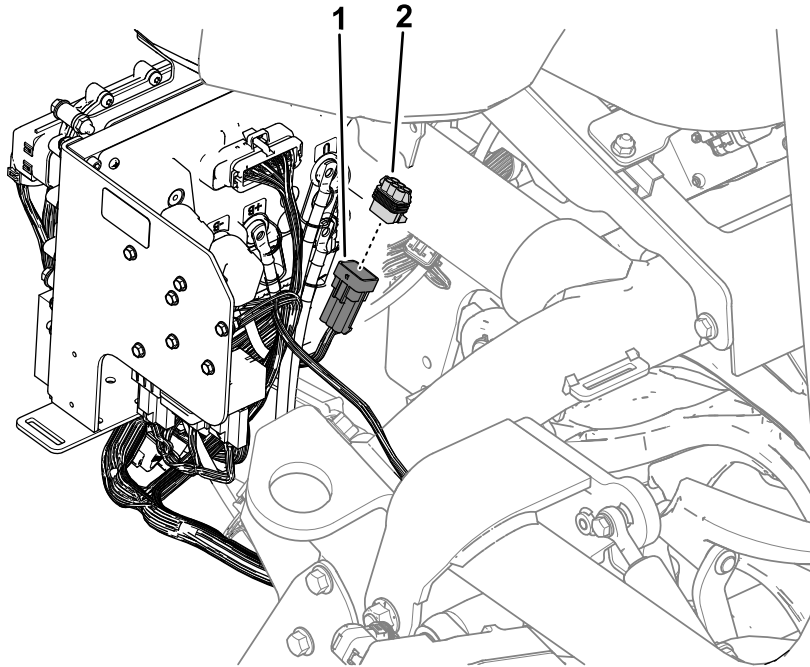

Figur 45
3. Fjern CAN-busisolasjonsmodulen fra ledningssatskontakten merket P50 (Figur 45), og fjern isolasjonsmodulen fra maskinen.